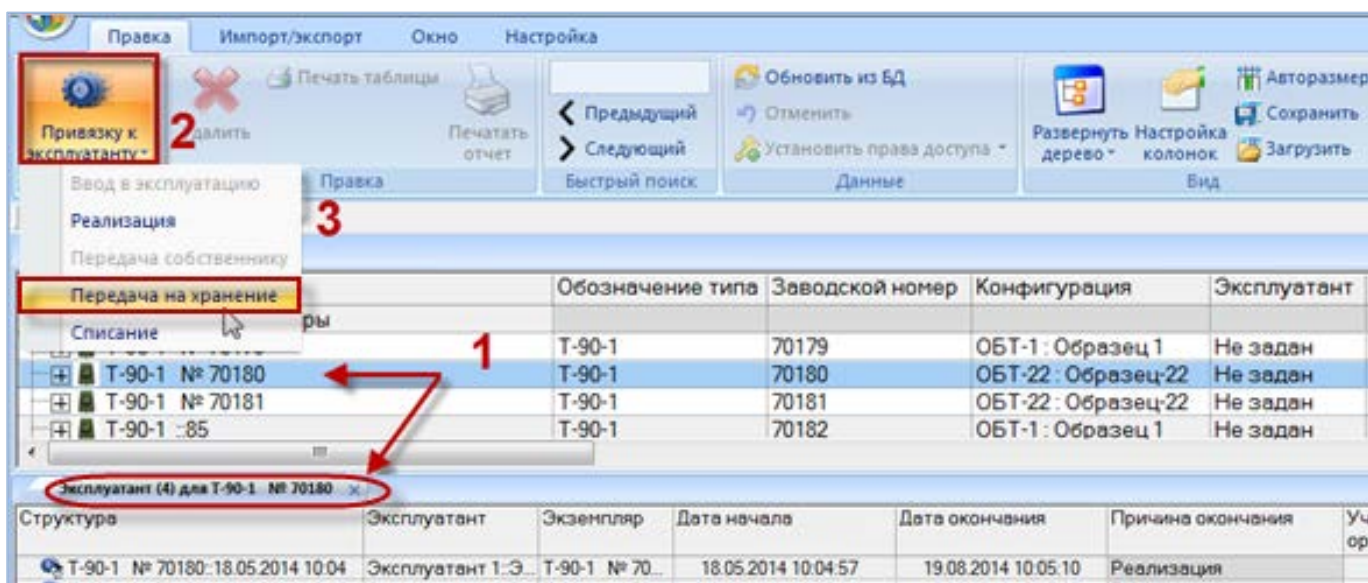

Рис. 22-28 – Создание движения
- 4) Открывается окно связанных объектов «Эксплуатант» для выбранного экземпляра ФИ (1 на рис. 22-28).
5) Перейти в окно связанных объектов «Эксплуатант», нажать кнопку «Привязку к эксплуатанту» панели «Создать» и выбрать пункт «Передача на хранение» в открывшемся меню (2 и 3 на рис. 22-28):